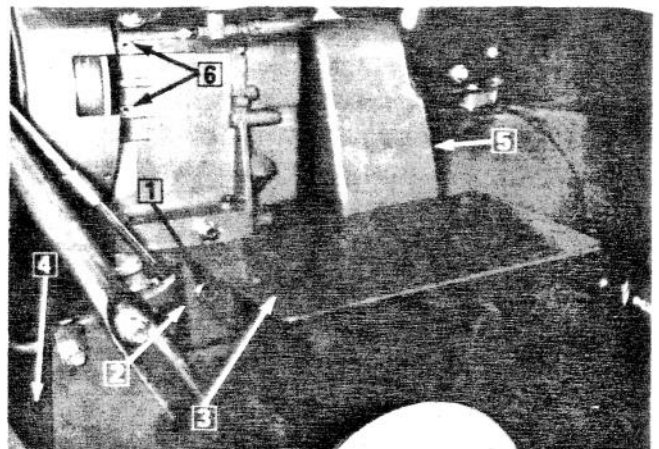

Figure 4
4. A l'aide des vis à tête et écrous de blocage enlevés à l'étape 3, fixez l'amortisseur de batterie et la plaque de montage de batterie à la plaque latérale et à la base du moteur (Fig. 4).
6. Enlevez les deux vis autotaraudeuses retenant le couvercle de pignon et enlevez le couvercle (Fig. 4). Ces mêmes vis seront utilisées plus tard pour le montage.